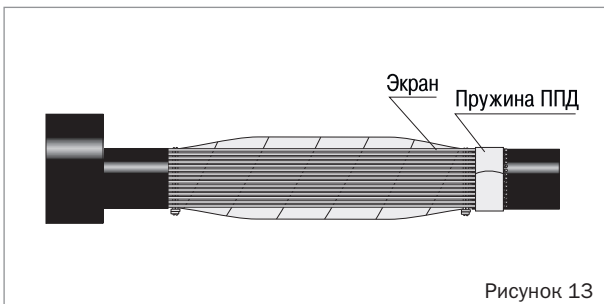

Рисунок 13
- Закрепить проволоки экрана на муфте бандажом из ленты ПВХ (рисунок 13).
- Обезжирить наружную оболочку кабеля и намотать 3–4 витка ленты герметика у среза оболочки (рисунок 13).